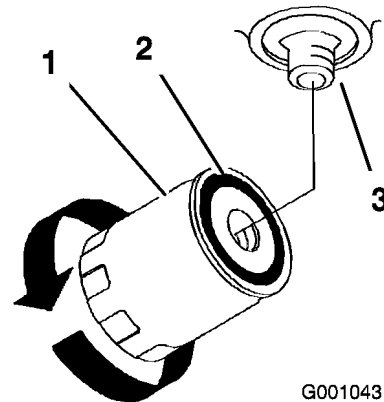

Bild 69
7. Ölen Sie die Gummidichtung am Ersatzfilter leicht mit Frischöl ein (Bild 69).
den Filter läuft. Drehen Sie den Ölfilter dann nach rechts, bis die Gummidichtung den Filteradapter berührt. Ziehen Sie den Filter dann um eine weitere halbe Umdrehung fest (Bild 69).